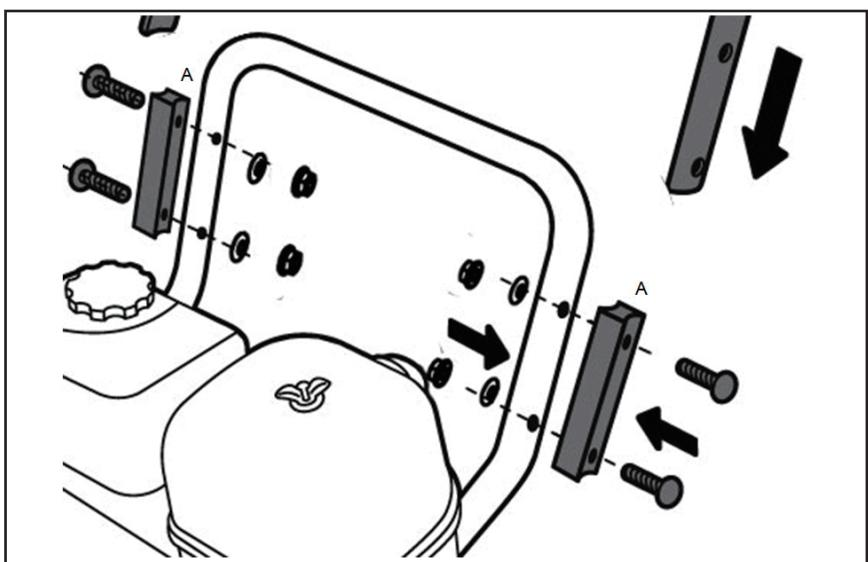

Рис. 3
- Соединить верхний рычаг управления с нижним, используя крепежный болт с гайкой и шайбой из комплекта поставки, установив скобу (Рис. 3A) между двумя рычагами. Затянуть соединение ключом из комплекта поставки (Рис. 3).